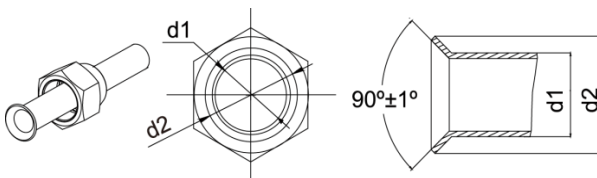

Рис. 8
- (1). Відріжте з'єднувальну трубу труборізом і видаліть задирки.
- (2). Тримайте трубу нахиленою вниз, щоб запобігти потраплянню обрізків.
- (3). Зніміть конусні гайки на запірному крані зовнішнього блоку, потім вставте їх у з'єднувальну трубу, після чого розширте з'єднувальну трубу інструментом для розвальцьовування.
- (4). Перевірте, чи рівномірно розвальцьована частина та чи немає тріщин (див. рис. 8).